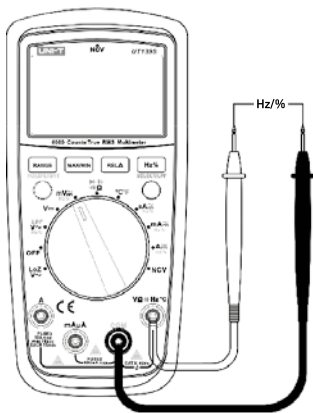

Рисунок 7
- 1) Установите поворотный переключатель в положение **mV $\approx$** , затем в режиме переменного тока нажмите кнопку **Hz/%** для переключения между измерением частоты и коэффициента заполнения (Рисунок 7).